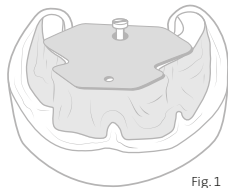

Fig. 1
9. Le plateau d'enregistrement du maxillaire inférieur est fixé sur le plan occlusal et pour faciliter la solidarisation, des encoches sont réalisées dans le bourrelet en cire (Fig. 1).